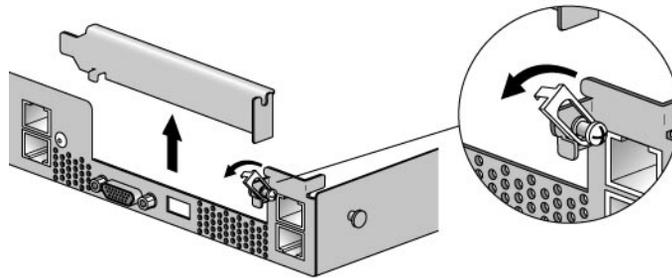

FIGURE 3-5 Couvercle du connecteur de carte PCI
3. Retirez le couvercle du connecteur de carte PCI (voir FIGURE 3-5).
7. Faites pivoter la bascule de la carte vers le haut puis descendez-la jusqu'à ce qu'elle capture la bride de la carte PCI. Serrez la vis pour fixer la bascule (voir FIGURE 3-5).